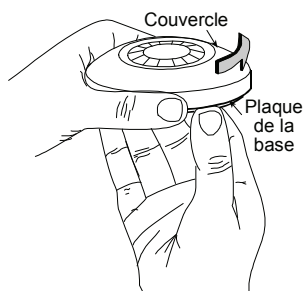

Figure 2. Séparation du couvercle et de la base
- Tenir la base avec une main comme sur la Fig. 2. Tourner le couvercle dans le sens inverse des aiguilles d'une montre jusqu'à ce qu'il s'arrête. Détacher le couvercle de la base et le poser dans un endroit sûr, pour éviter qu'il ne soit endommagé accidentellement